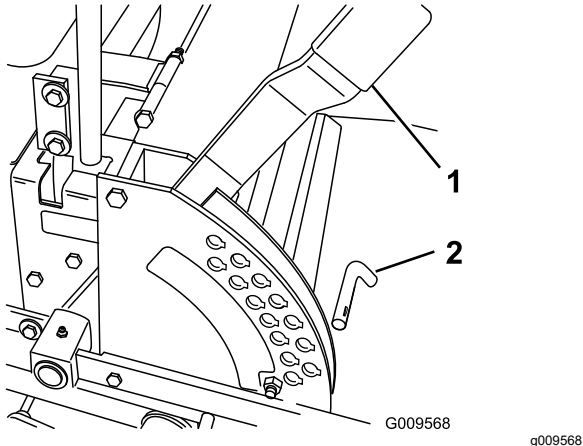

Bild 28
1. Heben Sie den Schnitthöhenhebel in die TRANSPORT-Stellung (entspricht der Schnitthöheneinstellung von 127 mm) (Bild 28).
2. Entfernen Sie den Splint zum Einstellen der Schnitthöhe aus der Schnitthöhenhalterung (Bild 28).
3. Wählen Sie ein Loch in der Schnitthöhenhalterung, das der gewünschten Schnitthöhe entspricht, und stecken Sie den Lastösenbolzen wieder ein (Bild 28).